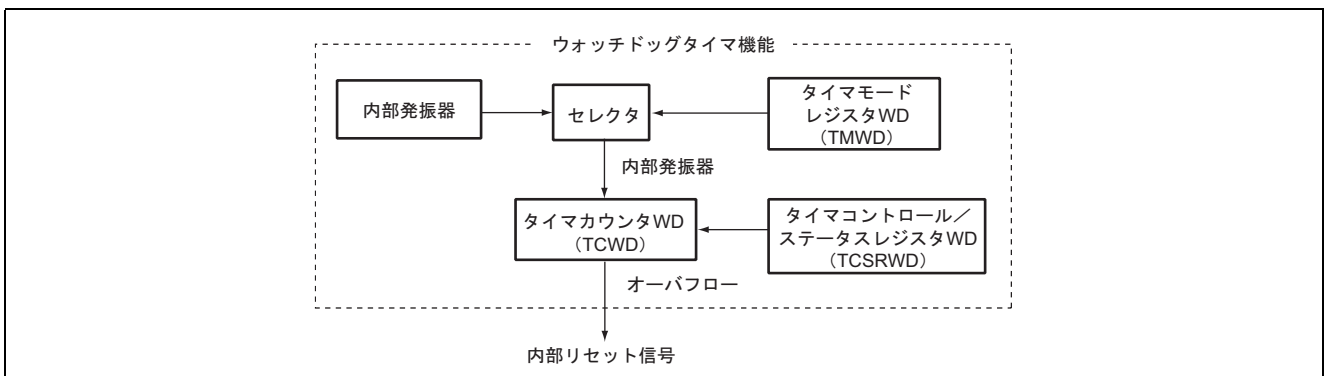

図 2.1 ウォッチドッグタイマ機能のブロック図
1. 本タスク例では、内部発振器によるウォッチドッグ動作を行います。ウォッチドッグタイマ機能のブロック図を図 2.1 に示します。以下にウォッチドッグタイマ機能のブロック図について説明します。